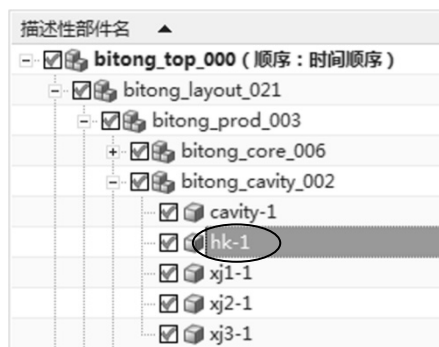
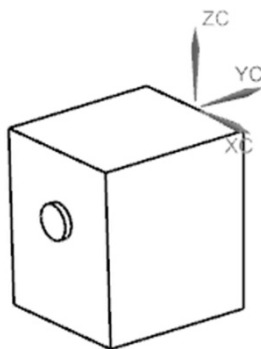

图 16-26 选取“hk-1”
图 16-27 创建坐标系
- (1) 在“装配导航器”中选取“hk-1”，如图 16-26 所示。
- (2) 单击鼠标右键，选取“设为显示部件”命令，打开滑块零件图。
- (3) 选取“菜单 | 格式 | WCS | 原点”命令，以滑块边线的中点为原点，创建一个坐标系，如图 16-27 所示。